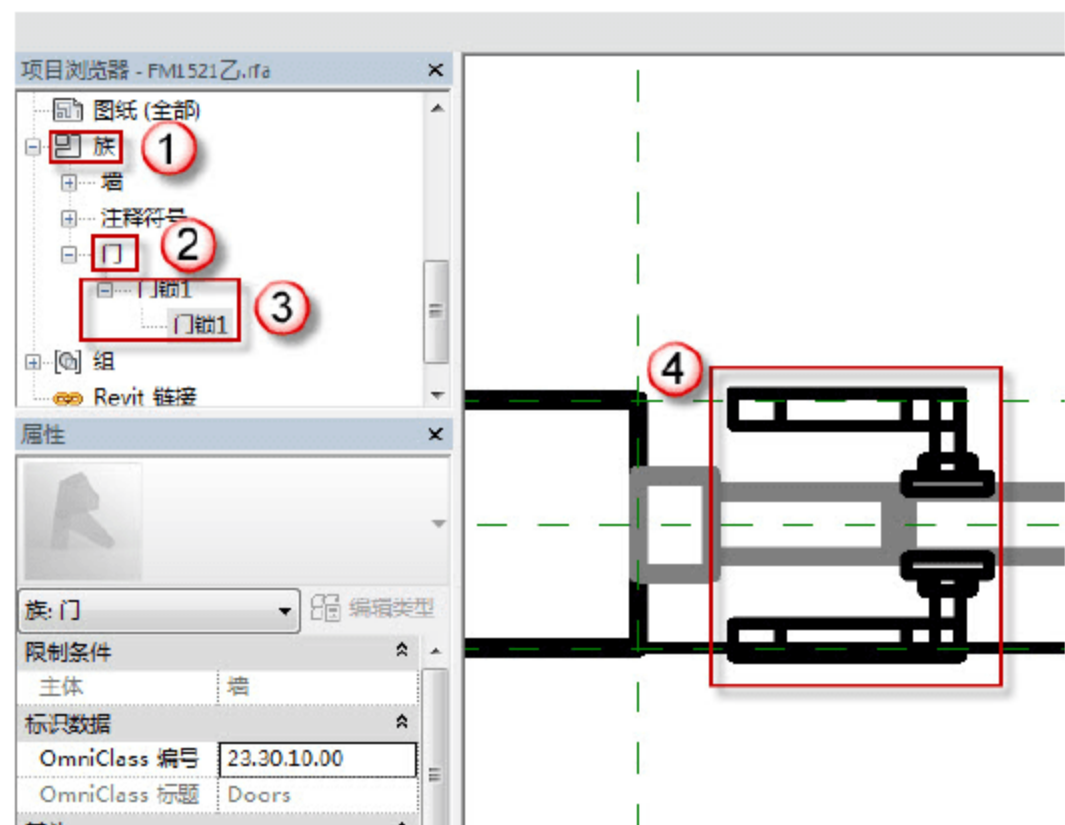
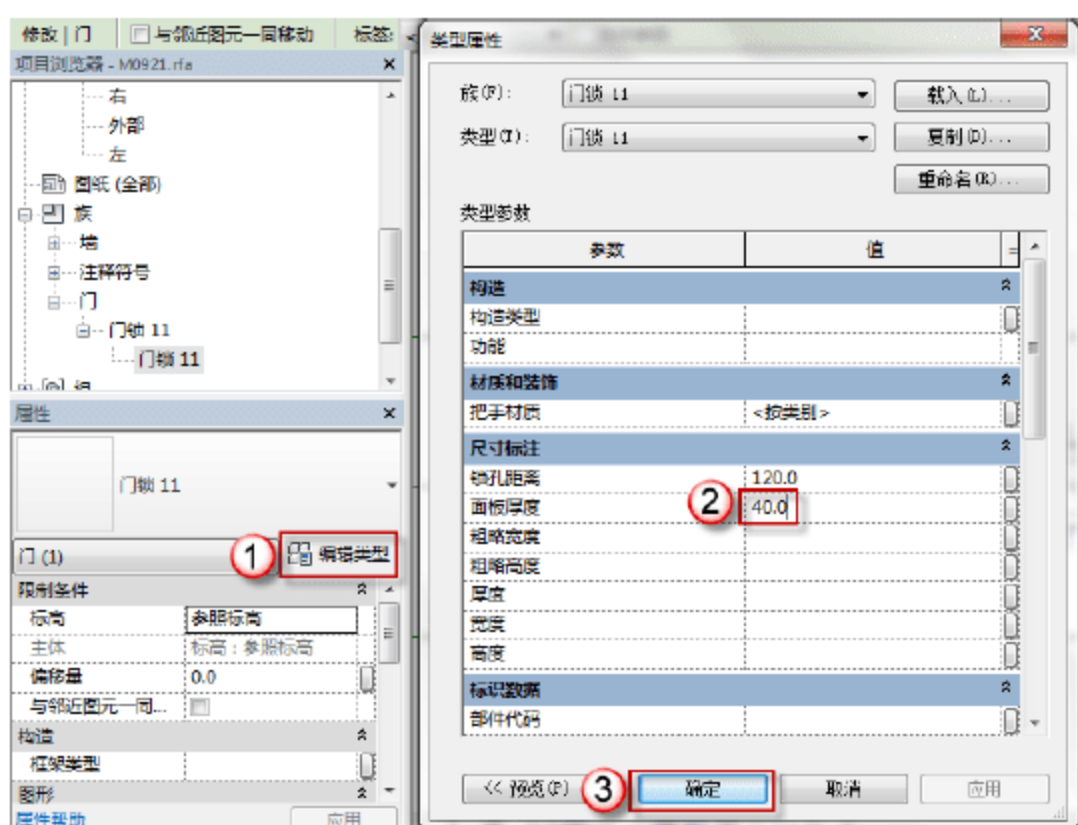

图 6.2.69 绘制门锁 1
图 6.2.70 修改“门锁 1”的面板厚度
(29) 绘制门锁 1。选择“项目浏览器”中的“族”→“门”→“门锁 1”→“门锁 1”选项，单击门锁 1 并将其拖动至绘图区域，如图 6.2.69 所示位置按 Esc 键取消插入族命令。单击“属性”面板中的“编辑类型”按钮，弹出“属性类型”对话框，在“尺寸标注”栏的“面板厚度”中输入“40”字样，单击“确定”按钮，如图 6.2.70 所示。